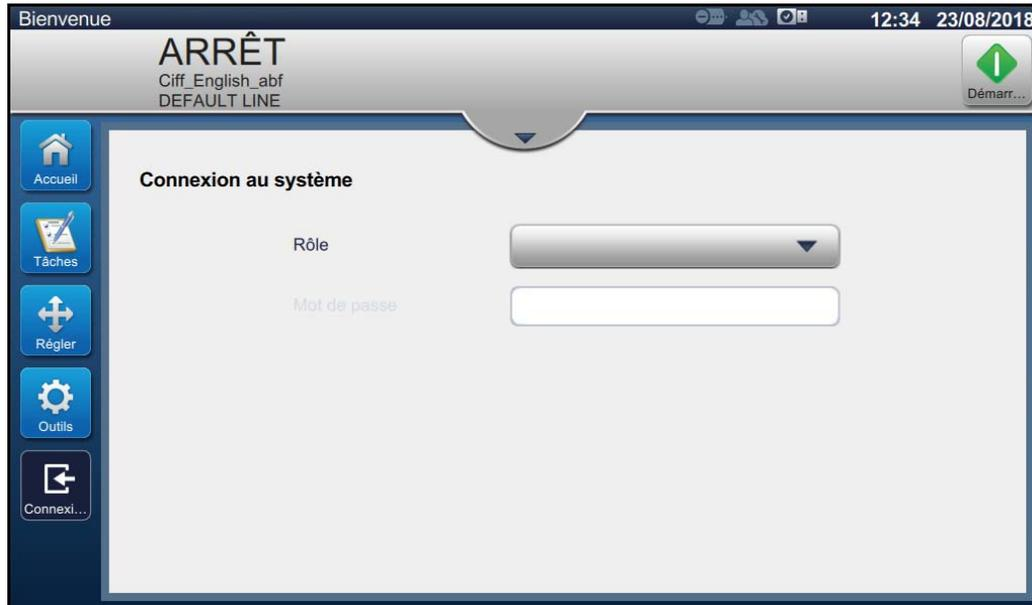

Figure 1-2 : Écran de connexion
- Appuyez sur le bouton *Connexion* et définissez le rôle de l'utilisateur sur Admin. Saisissez le mot de passe requis (par défaut : 3333) pour vous connecter au système (Figure 1-2).